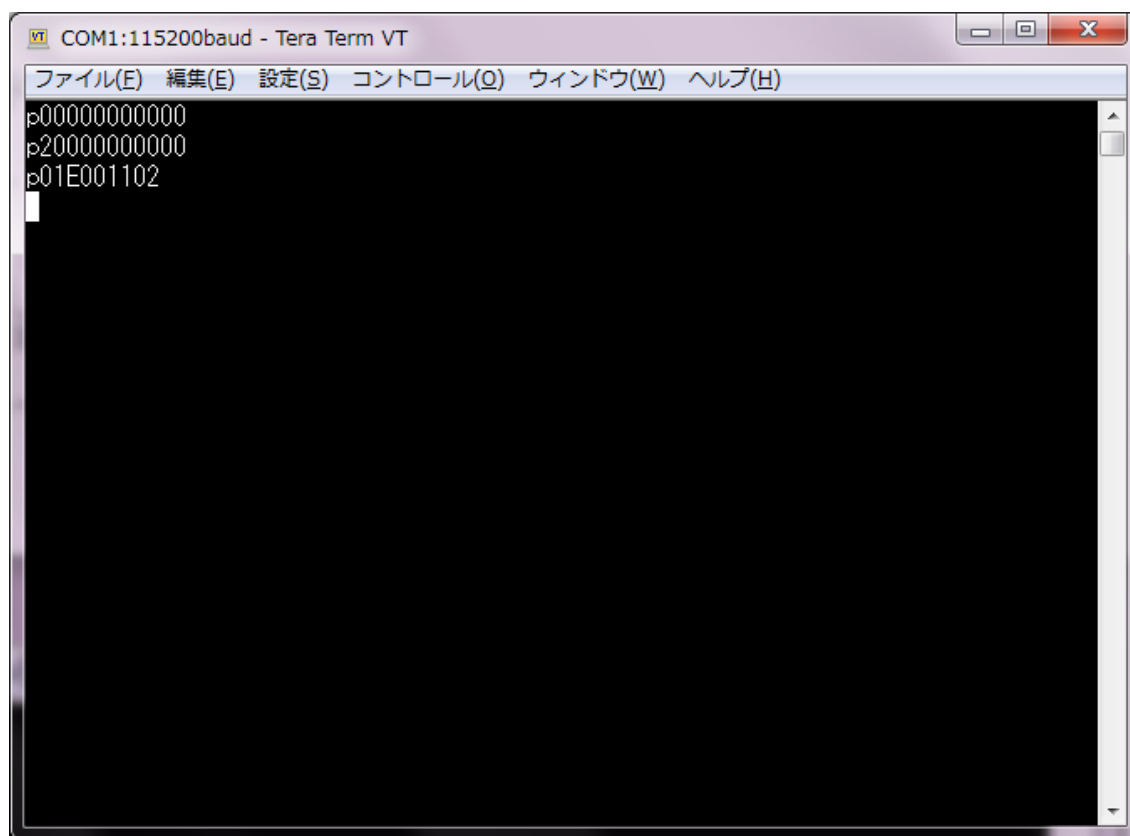

図 7-1
- (1) 画像データ描画 (p) コマンドにより、シリアルフラッシュメモリ又は USB メモリにある JPEG 画像を描画します。
- (2) (1) の後、同じく画像データ描画 (p) コマンドで、種別を 2 にして、コマンドを送信します。コマンドを送信しますと、直前に描画した JPEG 画像情報 (画像サイズ及びピクセルフォーマット) を返送します (図 7-1 を御参照ください)。
図 7-1 の場合、p01E001102 と返送されています。”01E0”と”0110”は、直前に描画した JPEG 画像の、画像サイズを表しています。この場合、画像サイズは 480 ドット×272 ドットとなります。最後の”2”が、直前に描画した JPEG 画像の、ピクセルフォーマット値となります。2 の場合、ピクセルフォーマットは YCbCr420 となります。また、ピクセルフォーマット値とピクセルフォーマットの関係を表 7-2 に示します。